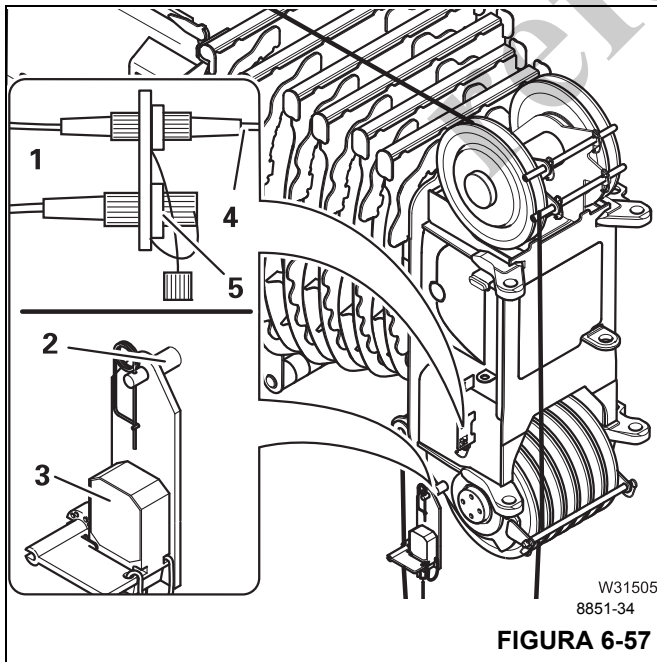

FIGURA 6-57
- Coloque el interruptor de prevención del contacto entre bloques (3, Figura 6-57) en el grillete (2) y fíjelo con un pasador de retención.
- Coloque el cable (4) de modo que no se dañe durante el funcionamiento de la grúa, y conecte el interruptor de prevención del contacto entre bloques en el receptáculo (1).